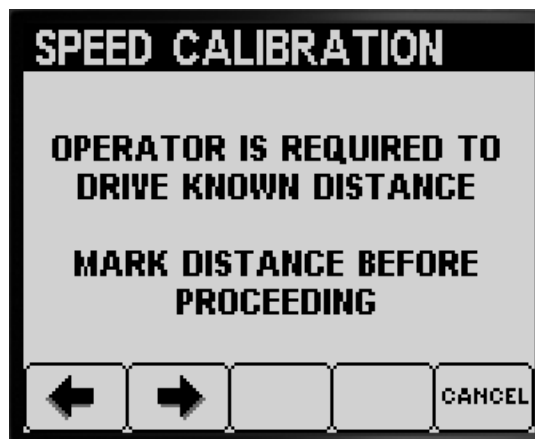

Figura 64
6. Utilizando uma roda de medição, assinale uma distância de 45 a 152 m; registre a distância que mediu abaixo (Figura 64).
8. Prima o botão 2 para avançar para o passo seguinte (Figura 64).